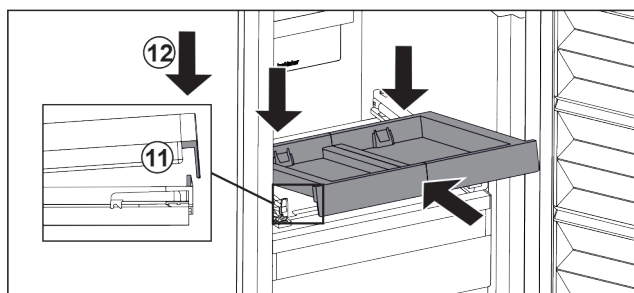

Fig. 29
- ▶ Вставьте, наклоняя вниз. Обратите внимание на то, чтобы на обеих сторонах упор был за накладкой. Fig. 29 (11)
- ▶ Снимите выдвижную панель спереди. Fig. 29 (12)